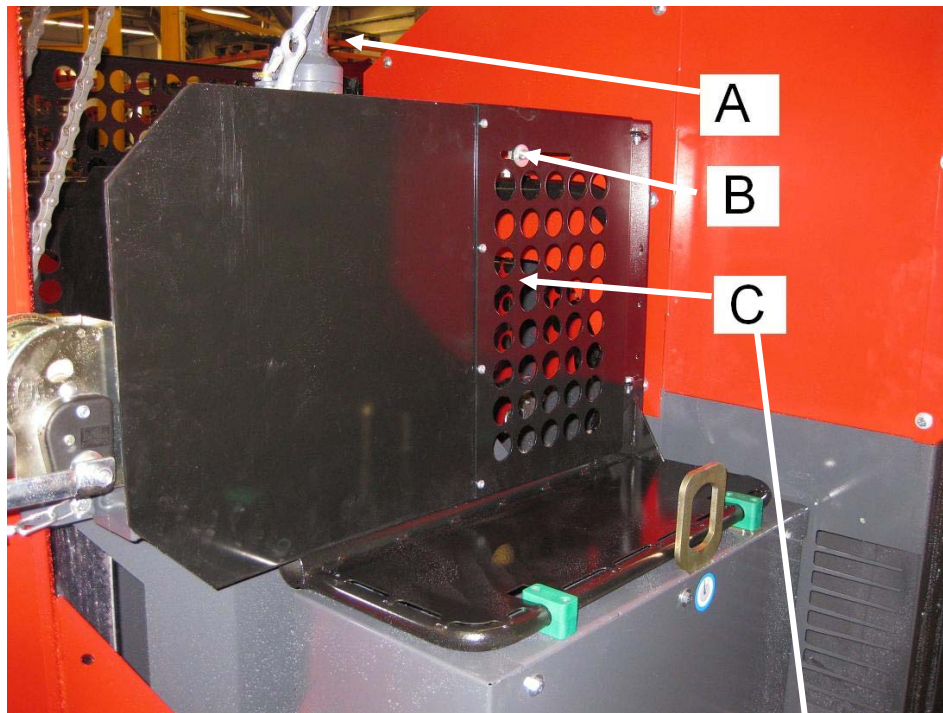

Abb.15
9.2 Wechseln der Spaltkeilkassette (Modell Power 90sG), Abb. 15,16 und 17
1. Öffnen Sie die hintere Abdeckung (B), Abb. 15.
3. Spulen Sie das Windenseil ab, Abb. 15 und 17.
4. Heben Sie die gebrauchte Spatkreuzkassette mithilfe der Winde (C) und des Trägers (A) heraus und setzen Sie die neue Kassette ein, Abb. 15 und 17.